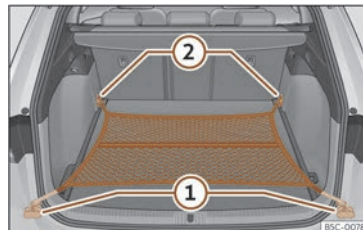

Fig. 126 Al maleter: bossa de xarxa enganxada arran de terra.
- Fixeu els ganxos de la xarxa a les argolles d'amarratge ① i ②»» fig. 126 »» ⚠. La cremallera de la bossa ha de quedar cap amunt.